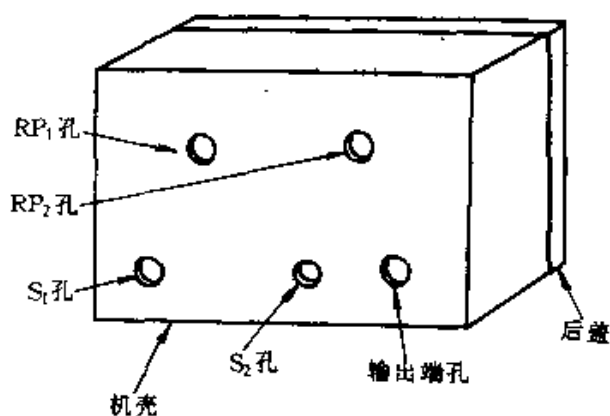

图 4-23
① 用塑料或有机玻璃自制一个机壳,并按图 4-23 所示开出各个安装孔。